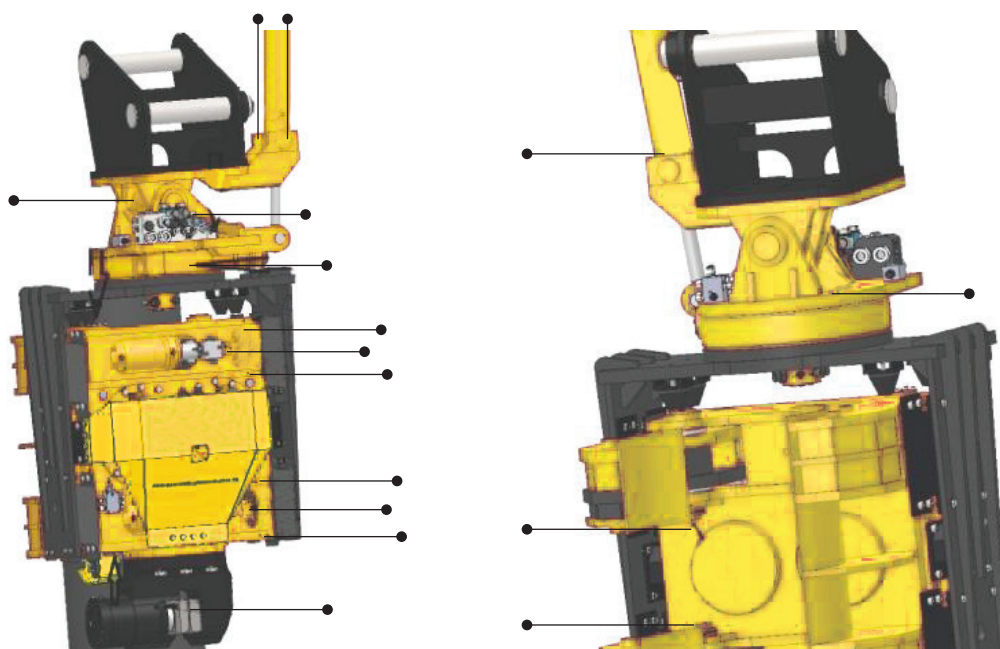

Рис. 12. Карта смазки.
- производить заправку пресс-маслёнок с помощью специального шприца (см. рис. 12).